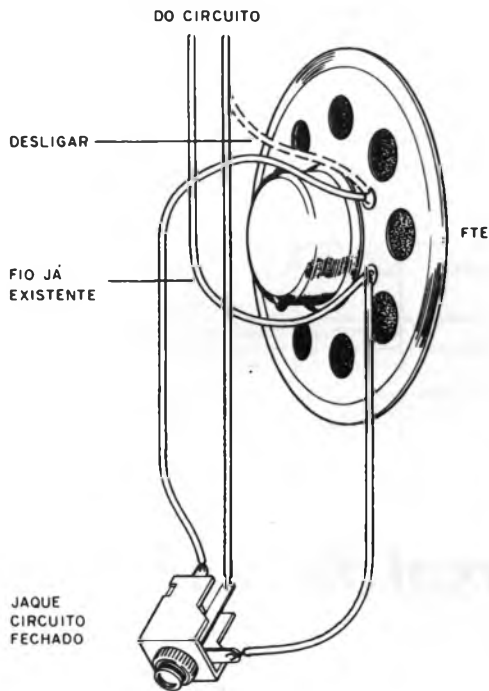

Figura 5
n) Completamos com o alto-falante, que deve ser de 8 ohms × 5cm ou menor, de acordo com a caixa usada. Uma possibilidade adicional de ligação é mostrada na figura 5 e consiste no uso de um jaque tipo circuito fechado para fone.